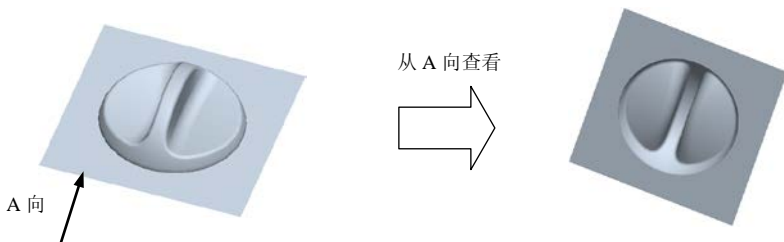

图 11.5 创建分型面
下面将创建图 11.5 所示的分型面，以分离模具的上模型腔和下模型腔。
Step4. 选取分割曲面。在“体积块分割”操控板中单击右侧的 **单击此处添加项** 按钮将其激活。然后选取图 11.5 所示的分型面。